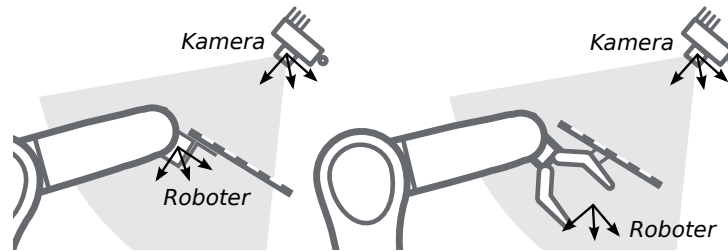

Abb. 5.7: Alternative Montageoptionen für die Befestigung des Kalibrier-musters am Roboter
**Kalibrierung einer statisch montierten Kamera** In Anwendungsfällen, bei denen die Kamera statisch verglichen zum Roboter montiert wird, muss das Kalibriermuster, wie im Beispiel in Abb. 5.6 und Abb. 5.7 angegeben, angebracht werden.
**Bemerkung:** Für das Modul zur Hand-Auge-Kalibrierung spielt es keine Rolle, wie das Kalibriermuster in Bezug auf das benutzerdefinierte *Roboter*-Koordinatensystem genau angebracht und positioniert wird. Das bedeutet, dass die relative Positionierung des Kalibriermusters zu diesem Koordinatensystem weder bekannt sein muss, noch für die Kalibrieroutine relevant ist (siehe in Abb. 5.7).